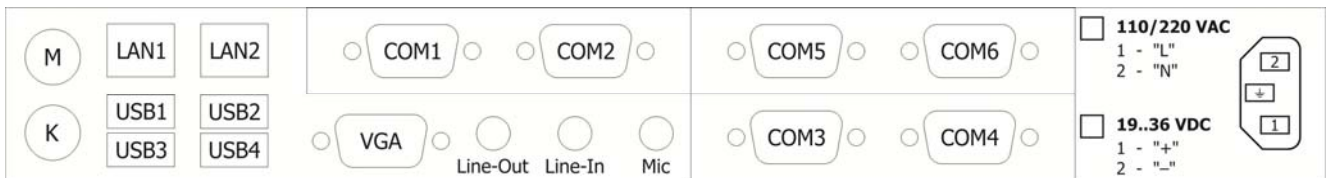

Рисунок 3 - Порядок расположение портов устройства
*Дополнительные порты устанавливаются вместо портов COM 1 – 6 (см. Рисунок 3)*